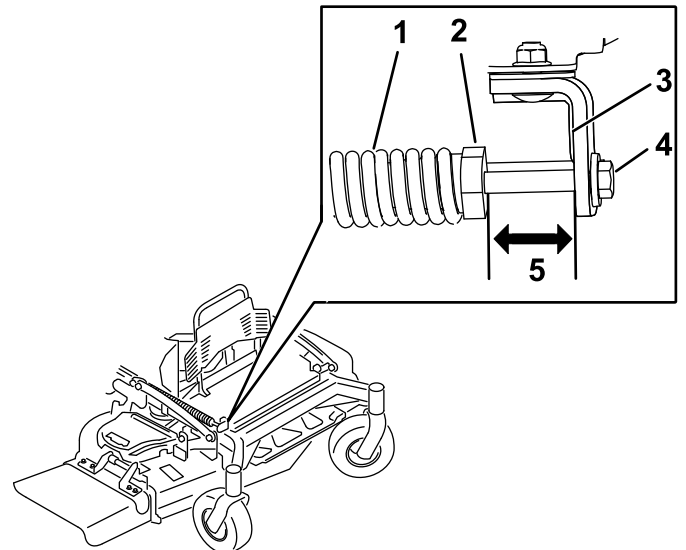

図 92
- スプリングのナットとホイール取り付けブラケット後部との間の距離を測定する 図 92。
- 図 92に示すように、適正距離は、47-50 mm である。
- 調整が必要な場合は、ブラケットの前側にある調整ボルトを使用する 図 92。